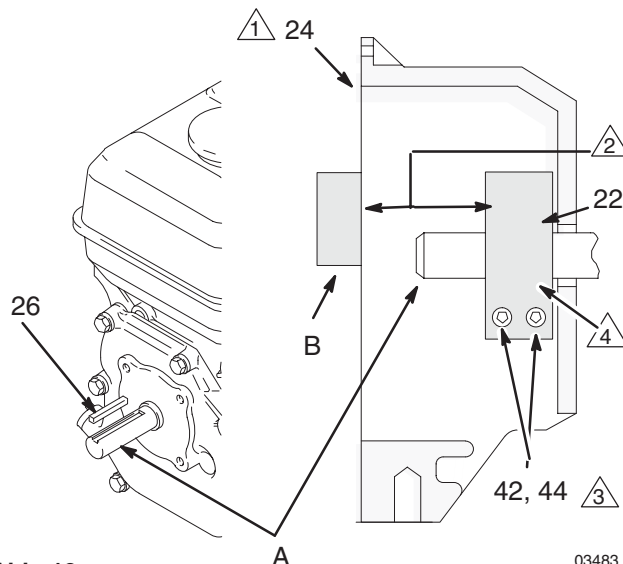

Abb. 12
1. Abb. 12. Die zwei Schrauben (44) an der Klammer (22) lösen.
2. Einen Schraubenzieher in den Schlitz in der Klammer (22) drücken und die Klammer entfernen.
1. Abb. 12. Motorwellenkeil (26) einbauen.
2. Die Klammer (22) mit einem Plastikhammer auf die Motorwelle (A) klopfen.
3. Die Klammer (22) auf die Motorwelle (A) drücken. Den unter Hinweis 2 in Abb. 12 angegebenen Abstand einhalten. Die abgeschrägte Seite muß zum Motor gerichtet sein.